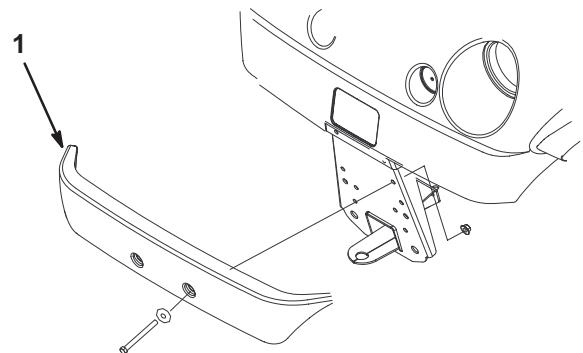

Figure 5
2. Alignez les trous de montage et assujettissez le pare-chocs au châssis à l'aide des fixations retirées précédemment (Fig. 5).